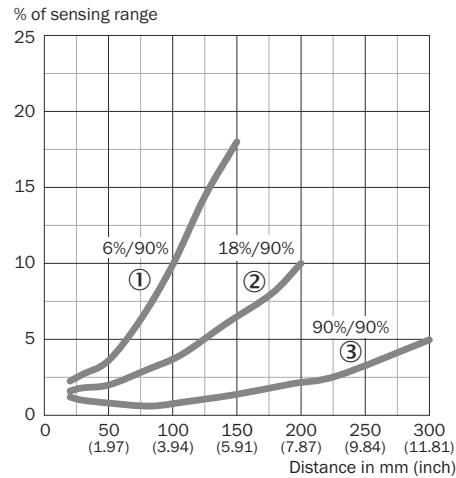

Figura 27: HTB18, % de la distancia de conmutación
Compruebe las condiciones de aplicación: ajuste la distancia de conmutación y la distancia al objeto o fondo y la capacidad de reflectancia del objeto según el diagrama correspondiente véase [figura 27] ( $x$  = distancia de conmutación,  $y$  = zona de transición entre la distancia de conmutación y la supresión del fondo como % de la distancia de conmutación (reflectancia del objeto/reflectancia del fondo)). Reflectancia: 6% = negro ①, 18% = gris ②, 90% = blanco ③ (basado en el blanco estándar según DIN 5033). Recomendamos realizar los ajustes utilizando un objeto con una baja reflectancia.
La distancia mínima (=  $y$ ) para la supresión de fondo puede determinarse a partir del diagrama  [figura 27 ①] de la siguiente manera: